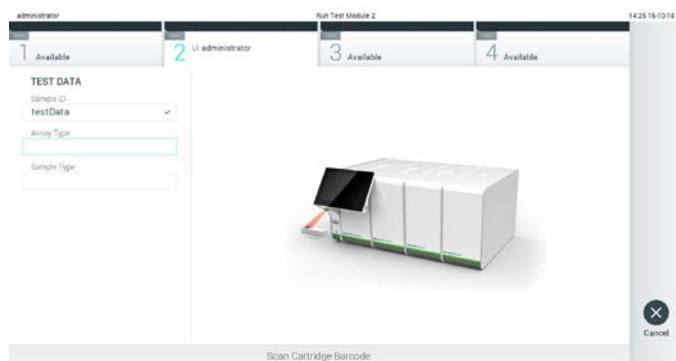

Figura 24. Digitalização do código de barras do cartucho de ensaio QIAstat-Dx.
3. Quando solicitado, digitalize o código de barras do cartucho de ensaio QIAstat-Dx a utilizar. O QIAstat-Dx Analyzer 1.0 reconhece automaticamente o ensaio a executar, com base no código de barras do cartucho de ensaio QIAstat-Dx (Figura 24).